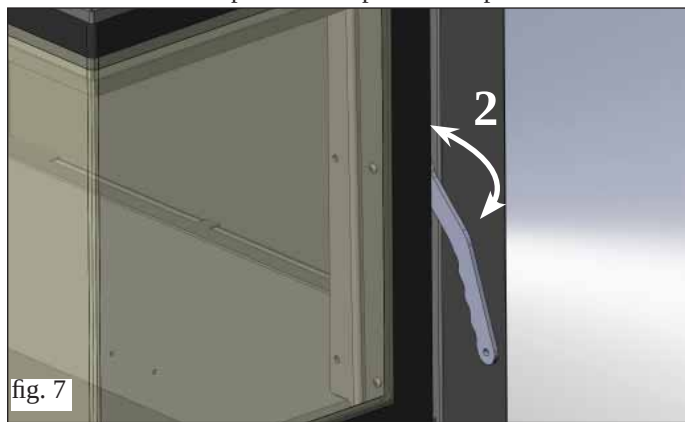

fig. 7
- abrir la puerta en batiente actuando, con la herramienta adecuada ("mano fría" suministrada, 2 - fig. 7) sobre la plancha de pestillo situada en el montante, al lado de la puerta (girar 90°).